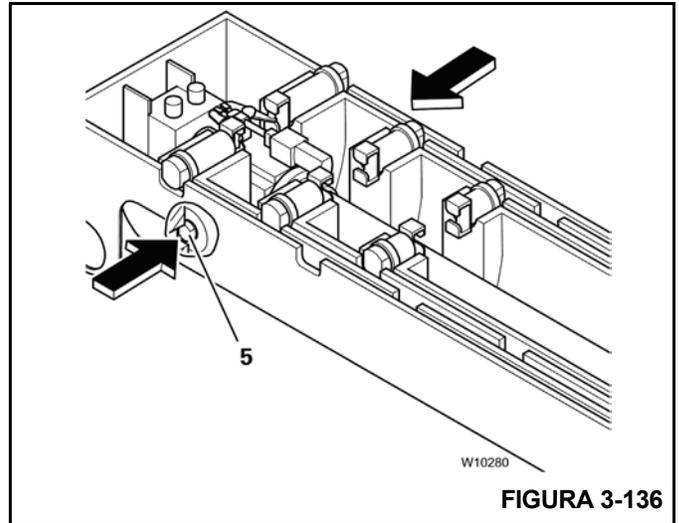

FIGURA 3-136
1. Desbloqueo del cilindro telescópico (Figura 3-136);
- a. Los pasadores de bloqueo del cilindro (5) se retraen, desbloqueando el cilindro telescópico.